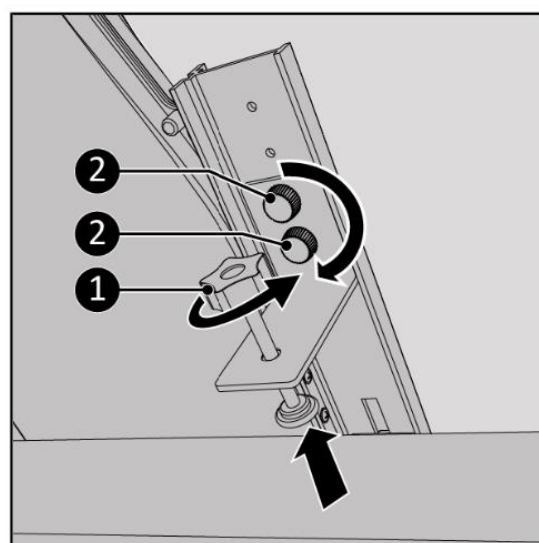

Figura 46.
11. Slăbiți șurubul de prindere de la clemă(13) (Figura 46. itemul 1). Dacă nu există loc pentru a atașa suportul de clemă, puteți sări peste acest pas. Apoi reglați fereastra într-o poziție ușor deschisă, dacă deschiderea este bine fixată.
13. Înșurubați suportul terminal pe șina principală folosind două șuruburi cu aripă (Figura 46, articolul 2).